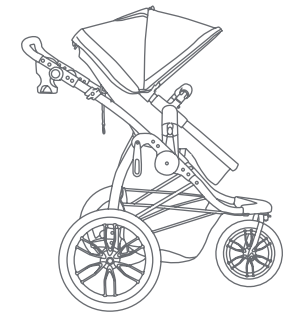

Fig. 19a
- La sillita debe estar hacia adelante y vertical posición (Fig. 19a).